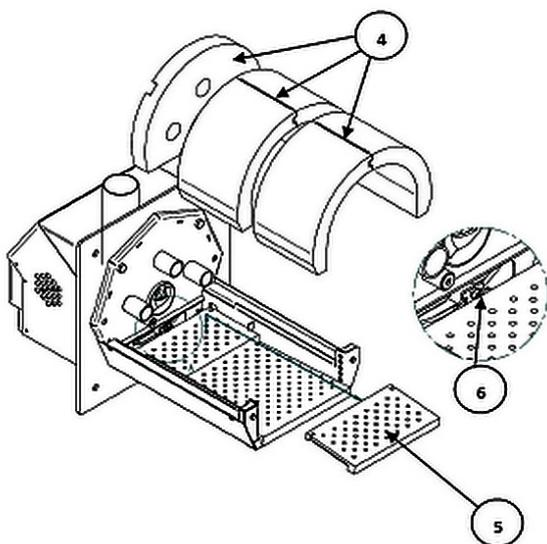

Рисунок 9.
4. Снимите керамические камни камеры сгорания (Рис. 9).
5. Демонтируйте верхнюю решетку-колосник (Рис. 9).
6. Открутите болт открепления оставшихся решеток-колосников (Рис. 9).